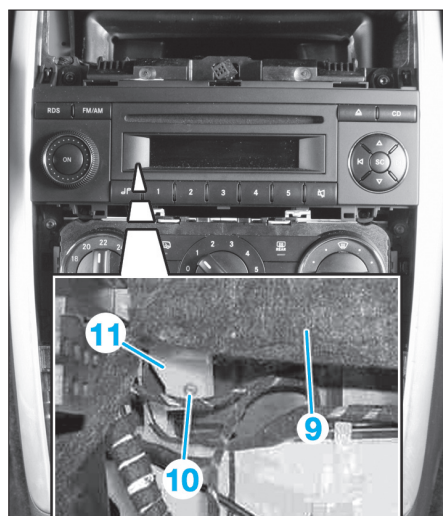

FIG. 43
- Rabattre l'insonorisant (9) puis déposer la vis (10) du support (11) (Fig.43).